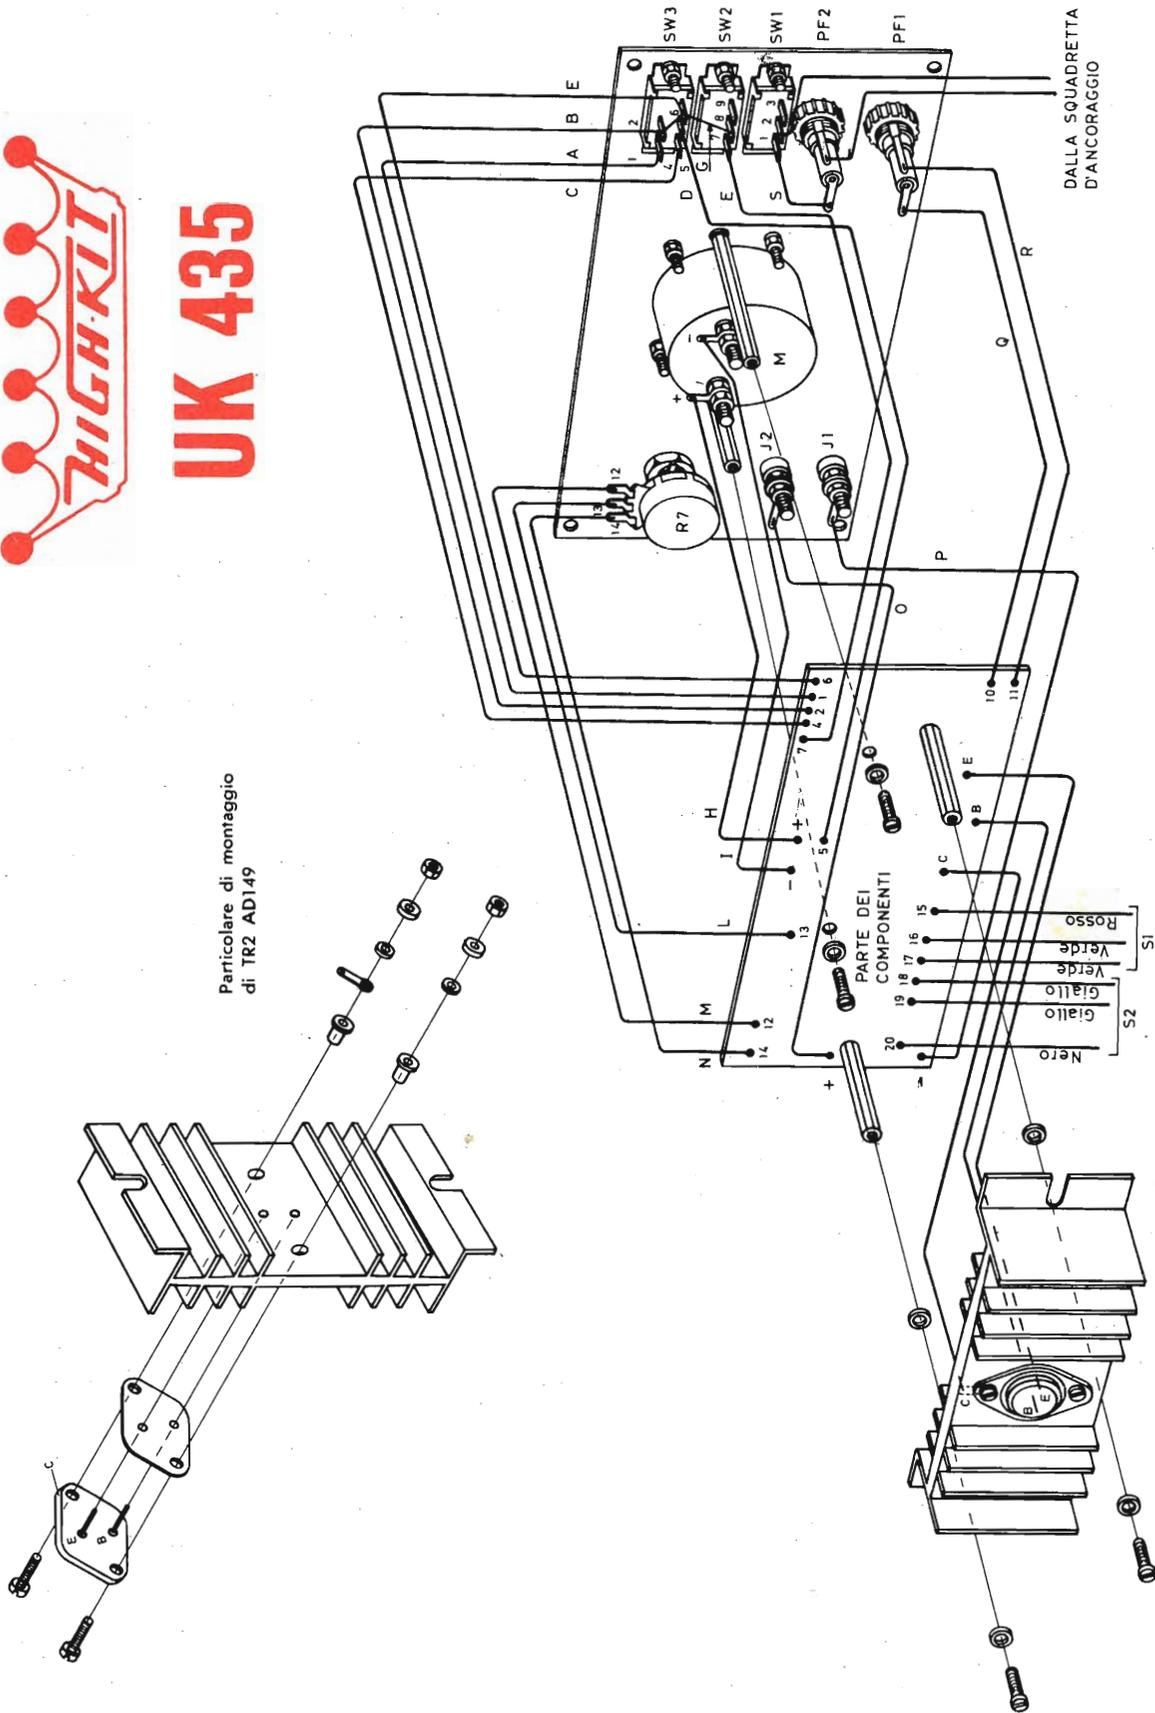

Fig. 3 - Disegno esplosivo di cablaggio.
- Montare i due distanziatori esagonali di 30 mm di lunghezza con rondella e dado da 3 mm (fig. 3) nei fori inferiori del circuito stampato dalla parte bachelite.
2ª Fase - Pannello frontale - Montaggio delle parti staccate - fig. 3